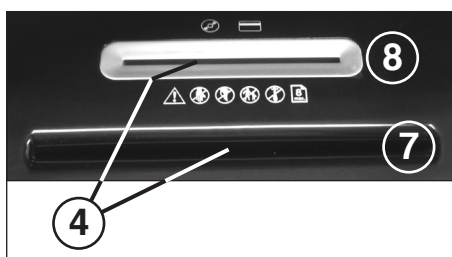

Рис. 2
- 4 = Световой затвор (движение вперед) (рис. 2)**
- 7 = Шахта для ввода бумаги (рис. 2)**
- 8 = Защищенная вводная шахта (рис. 2)**
**Бумага** подводится к режущему устройству через шахту (7) (рис. 2) для ввода бумаги. Другие **носители информации** (CD, DVD или кредитные карточки) вводятся по одному в отдельную защищенную шахту (8) (рис. 2).